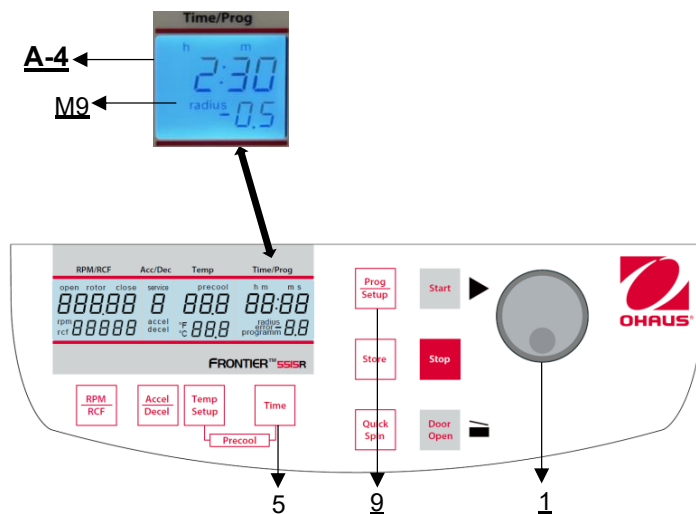

Figure 21
Fermer d'abord le couvercle de la centrifugeuse, puis appuyer simultanément sur les touches **"Time"** (5) et **"Prog/Setup"** (9) et les maintenir enfoncées (**voir figure 21**).